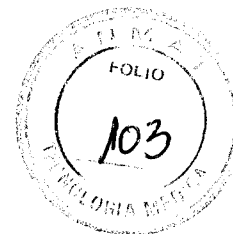

Figura 5: CyPass® Micro-Stent en el lugar del implante
16. Continuar haciendo avanzar el émbolo guía sólo hasta que el anillo de retención más próximo y el cuello del CyPass® Micro-Stent estén situados en la CA (Figura 5). Una marca adicional para confirmar la colocación es cuando la parte superior del cuello del CyPass® Micro-Stent está igualado con la línea de Schwalbe. En esta posición, la punta distal del Micro-Stent debería estar apoyándose contra la esclerótica en el espacio supraciliar anterior tanto a los tejidos retinianos como coroides.